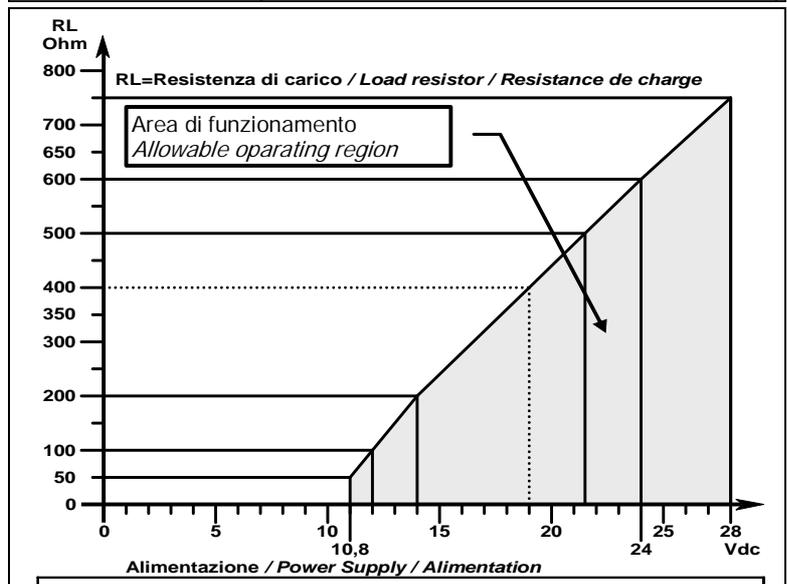

Fig. 4 - Alimentazione / Resistenza di Carico 4÷20mA
Dans le cas où l'on utilise également le signal de sortie en 4÷20 mA, il convient d'utiliser des câbles à écran à 3 conducteurs + les conducteurs pour les sorties relais. Si l'on utilise une alimentation 12Vcc la résistance maximale de charge (RL) sera de 50 Ω, si on utilise une alimentation 24Vcc la RL sera de 500 Ω (Fig.4).